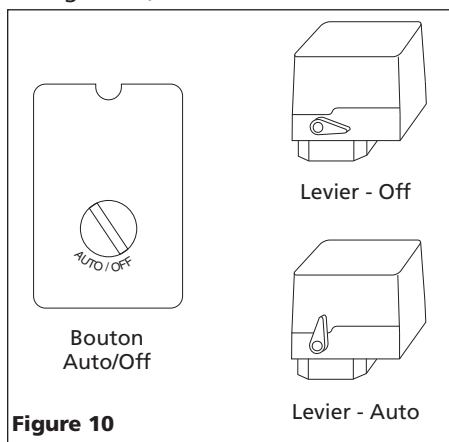

Figure 10
4. Tournez le levier ou le bouton du manostat à la position AUTO et faites fonctionner l'appareil pendant 30 minutes pour roder les pièces de la pompe (reportez-vous à la Figure 10).